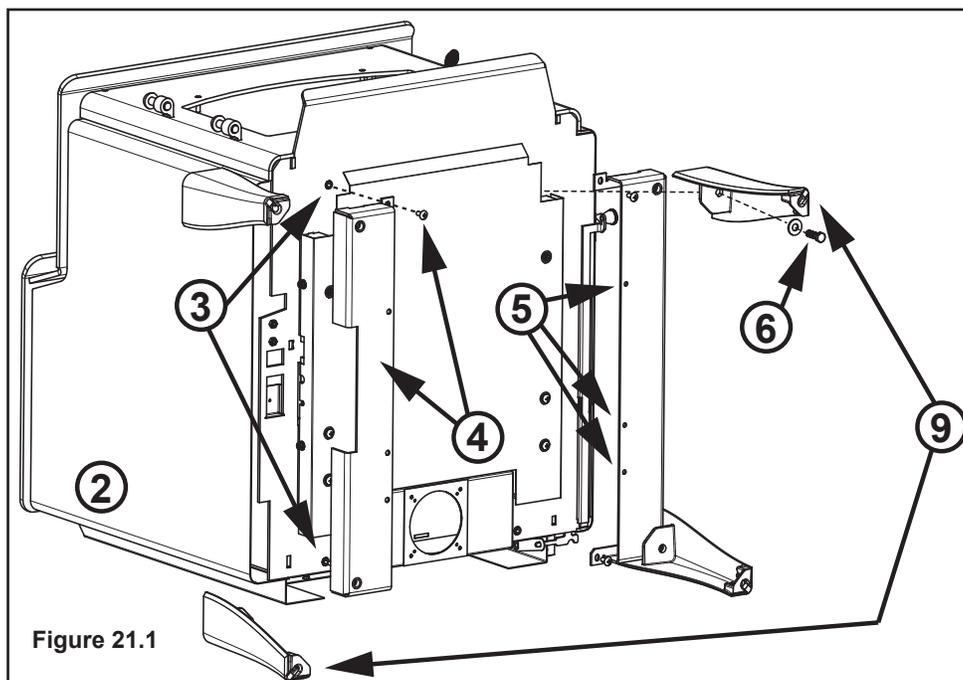

Figure 21.1
3. Retirez les quatre vis de l'appareil (**Figure 21.1**).
REMARQUE : Il y a un sens droit et gauche d'installation des pieds (**Figure 21.1**).
5. Installez six vis au bas des supports de pieds (**Figure 21.1**).
Remarque : Les pieds comportant un boulons de mise à niveau doivent être aux coins opposés de l'appareil - un à l'avant et un à l'arrière (**Figure 21.1**).